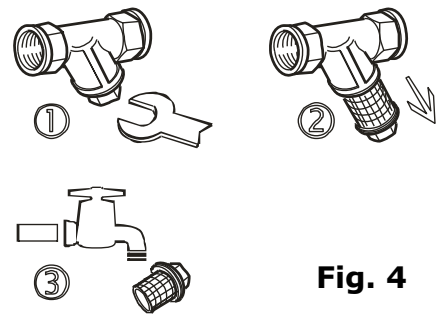

Fig. 4
4. Wasser Filter des ARGO (**Fig. 4**) oder Ventil im Wasser Kanister reinigen wenn der Wasser Fluss nicht ausreichend ist (**Fig. 1**).
2. Den Wasser Filter mit einem Schrauben Schlüssel aufdrehen (**Fig. 4**),